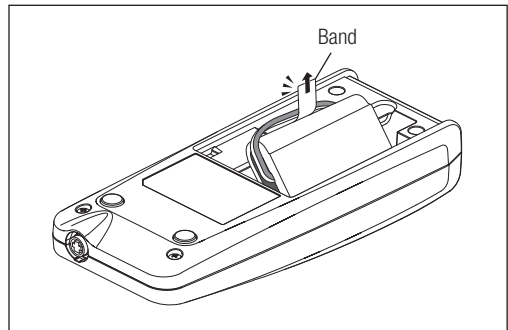

Abb. 7
- 4) Nehmen Sie den vorhandenen Batteriesatz heraus, indem Sie das am Batteriesatz befestigte Band herausziehen. (Abb. 7)